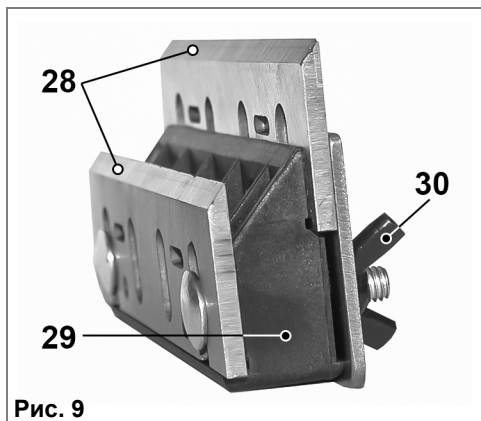

Рис. 9
9.4. Заточка строгальных ножей (Рис. 9, 10).